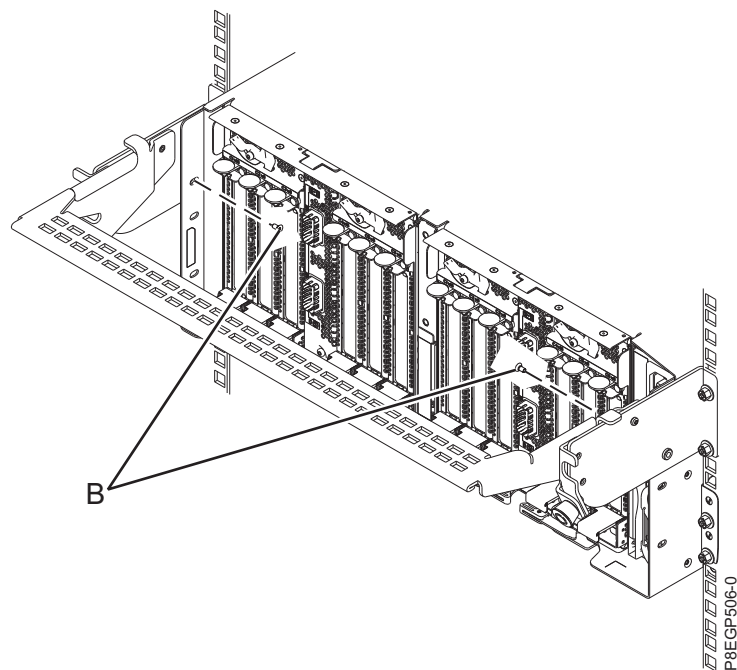

Figure 14. Installation des vis de fixation
12. Pour fixer le tiroir à l'armoire, installez les deux vis de fixation **(B)**, comme illustré dans la figure 14.